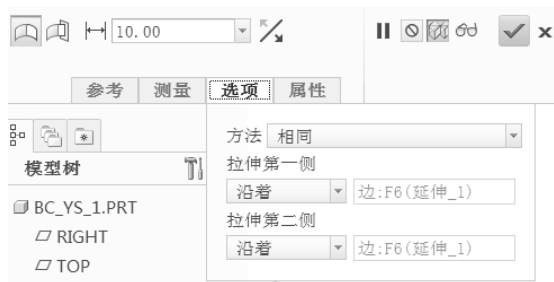

图 5-127 设置延伸选项
3) 在“延伸”选项卡中选中  (沿原始曲面延伸曲面) 图标按钮, 接着打开“选项”面板, 在“方式”下拉列表框中选择“相同”选项, 如图 5-127 所示。